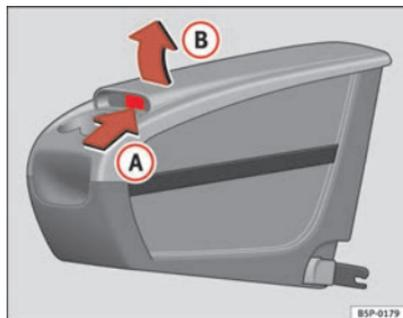

Fig. 115 Portaobjetos móvil. Apertura
- Levante la tapa (B), por la zona (A) ⇒ fig. 115.